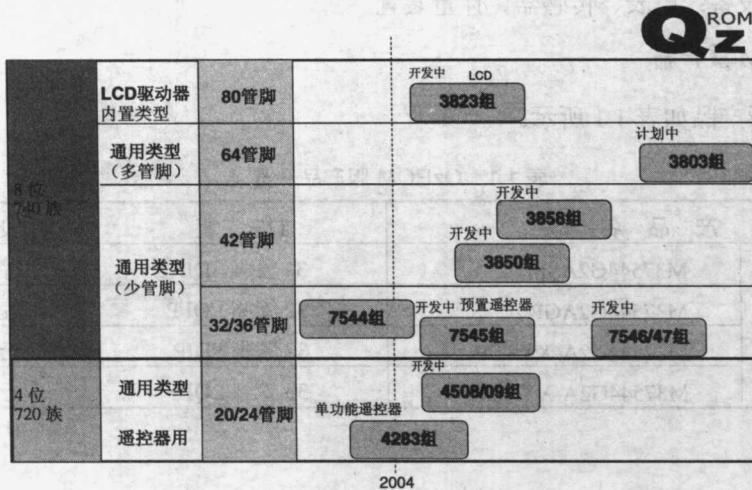

图 1.4 内置 QzROM 的产品发展图
(8) 内置 QzROM 的产品发展图如图 1.4 所示。计划对 8 位单片机 740 族及 4 位单片机 720 族进行 QzROM 内置系列展开。